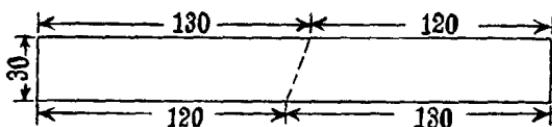
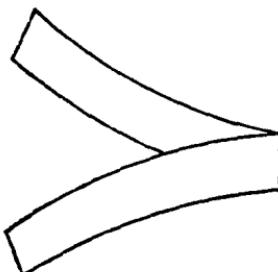

图 3
图 4
② 图序只限本节。以后各节同此。
3. 制尾翼：剪一块长 250 毫米、阔 30 毫米的图画纸，如图 3 所示的虚线弯折。然后把两端向外分开，并略带弯曲，如图 4 所示。